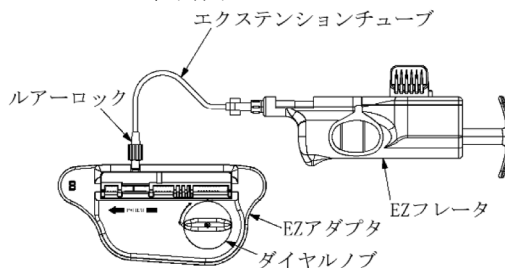

図2
- （1）図2のように、エクステンションチューブ端をEZアダプタのルアーロックに取り付ける。